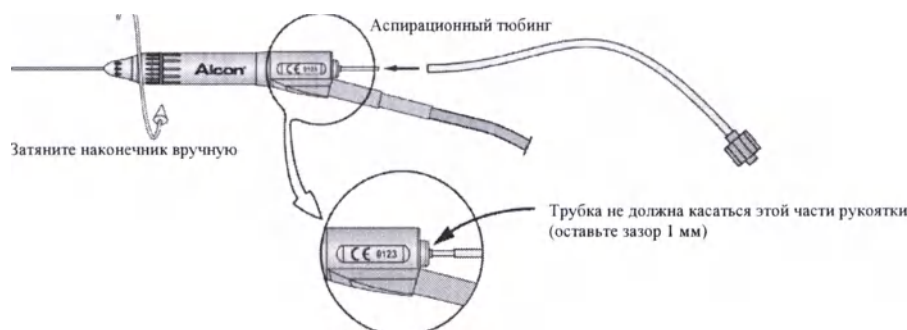

Рисунок 3-12 Короткая трубка
5. Подсоединение аспирационной трубки - Подсоедините синий разъем аспирационной трубки кассеты к конусу Люэра короткой трубки на рукоятке для витрэктомии (см. Рисунок 3-12). Нажмите клавишу «Следующий (Next)».